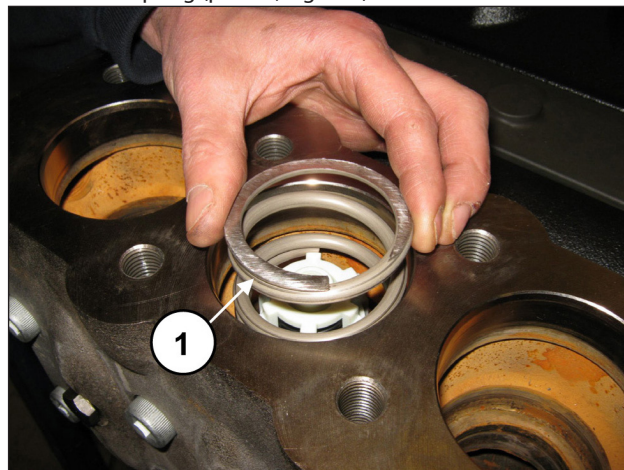

Fig. 103
Remove the spring (pos. ①, Fig. 103).